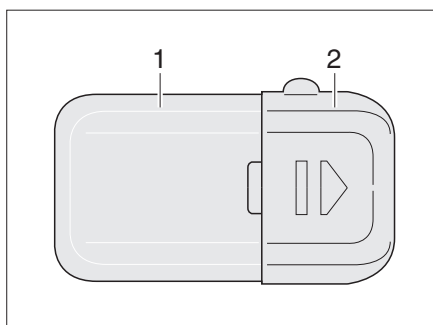

Fig. 259 Lámpara del armario ropero
- Comprimir ligeramente la cubierta de la luz (Fig. 259,1) y retirarla.
- Deslizar la tapa (Fig. 259,2) en sentido de la flecha.
- Deslizar de nuevo la tapa (Fig. 259,2).